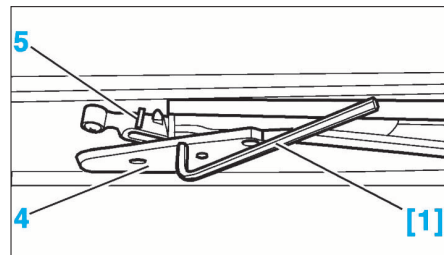

FIG. 80
- Mettre les mécanismes (4) et (5) au point zéro (Fig.80) :
- avancer la coulisse (5) contre la butée avant
- amener le chariot (4) de façon à aligner les trous (Ø 3 mm) des deux mécanismes